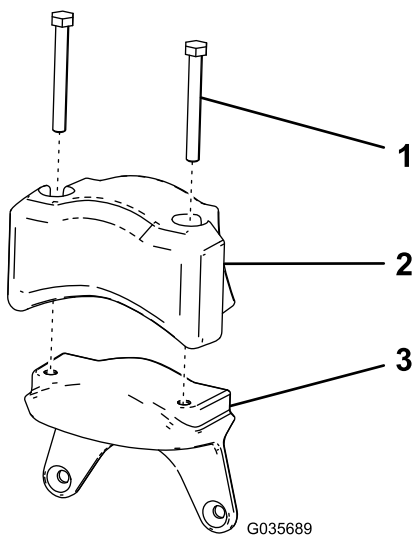

图9
1. 将在2 准备滚刀组 (页码 2) 的步骤 5 中卸下的电气配重块和 2 个平头螺丝5/16 x 2¼ 英寸安装到新配重块上 图9。